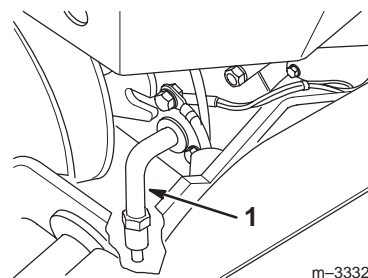

Bild 30
6. Öffnen Sie die Verschlusschraube entgegen dem Uhrzeigersinn um 1/8-Umdrehung und ziehen die Schraube ab (Bild 30).